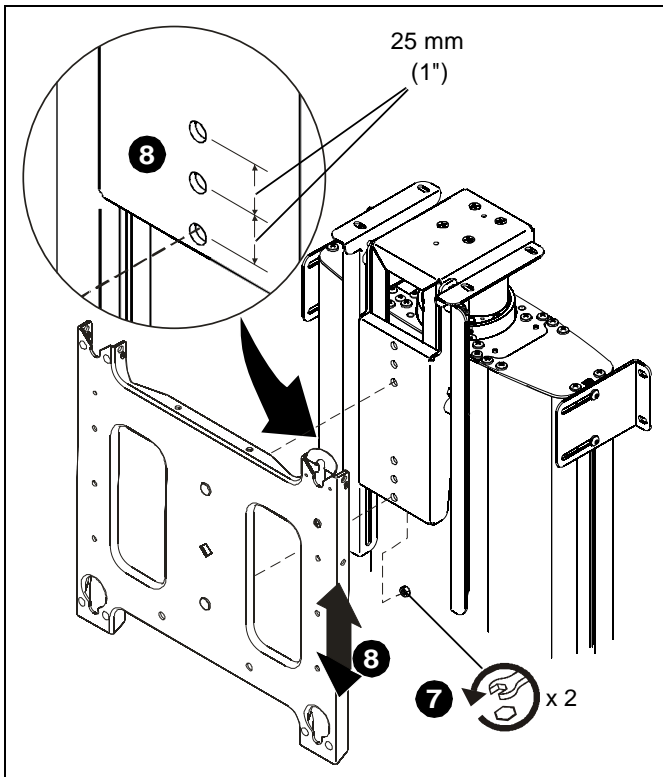

Figura 4
7. Quite las dos tuercas de seguridad que sujetan la placa frontal a su soporte de sujeción. (Consulte la Figura 4)
8. Suba la placa frontal un orificio para ajustar la posición 25,4 mm (1 pulgada) o dos orificios para ajustar la posición 50,8 mm (2 pulgadas). (Consulte la Figura 4)